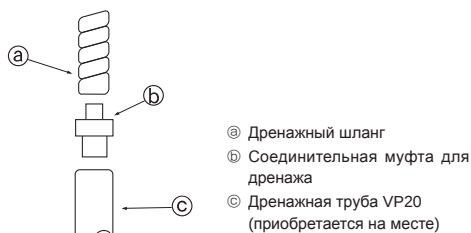
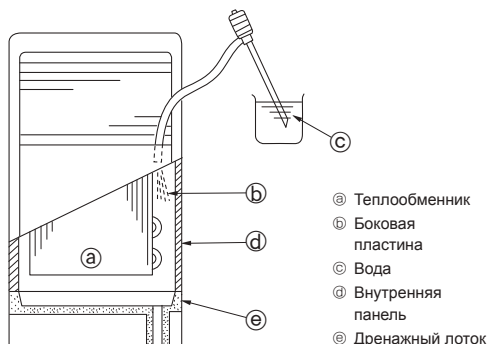

Fig. 5-1
Fig. 5-2
5.1. Прокладка дренажных труб (Fig. 5-1)
- При подсоединении к VP20, воспользуйтесь специальной дополнительной принадлежностью - соединительной муфтой для дренажа ②. Для предотвращения утечек надежно прикрепите муфту к трубе с помощью клея типа ПВХ.
5.2. Проверка дренажа (Fig. 5-2)